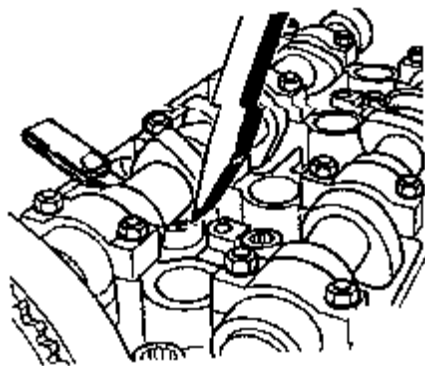

图 4-103 检查凸轮与挺杆之间的间隙
(1) 拆卸气缸盖罩，用曲轴齿形带轮的中心紧固螺栓顺时针转动曲轴，直至待查挺杆的凸轮朝上，测定凸轮与挺杆间隙。
(2) 如图 4-103 所示，用一楔形木棒或塑料棒压下挺杆，若凸轮与挺杆间可插入 0.20mm 的厚薄规，则须更换挺杆，更换挺杆的步骤见凸轮轴及液压传动链张紧装置的拆装部分的内容。